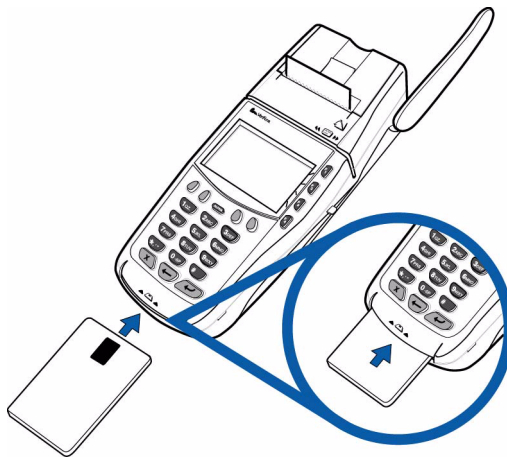

图 19 使用主智能卡阅读器
- 1 将智能卡触点朝上放置。平稳地将卡插入智能卡阅读器的凹槽中，直至固定到位（图 19）。